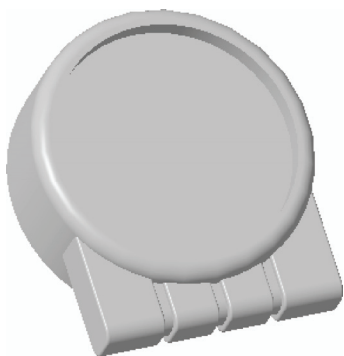

图 17-42 创建镜像特征一
STEP 01 在模型树中依次选择“拉伸 3”“拉伸 4”“倒圆角 2”和“倒圆角 3”，单击鼠标右键，在弹出的快捷菜单中选择“分组 | 组”选项，新建一个组。选择新建的组，单击“编辑”面板中的“镜像”按钮，打开“镜像”选项卡，在绘图区中选择“FRONT”平面，单击“完成”按钮，即可完成镜像特征的创建，效果如图 17-42 所示。